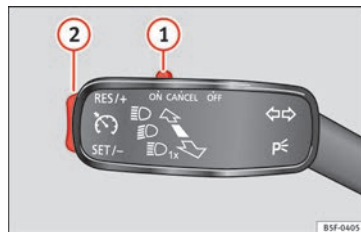

Fig. 187 Manípulo das luzes indicadoras de mudança de direção e dos máximos: botões do regulador de velocidade.
- Mova o interruptor (1) » **Fig. 187** para a posição **ON**.
- Quando tiver alcançado a velocidade a programar, pressione brevemente a parte inferior do botão basculante (2) na posição **SET**.
- Pressione o botão basculante (2) » **Fig. 187** » **Página 189** na posição **RES**.
- A velocidade programada pode **ser diminuída** pressionando o botão (2) » **Fig. 187** » **Página 189** na posição **SET**.
- Se soltar o botão a uma velocidade inferior a 30 km/h (19 mph), não será programada nenhuma velocidade, e a memória é apagada. Para programá-la, tem de atingir uma velocidade superior a 30 km/h (19 mph) e pressionar novamente o botão ② na posição **SET**.
O regulador de velocidade é **desativado temporariamente** deslocando o comutador ① » Fig. 187 » Página 189 para a posição **CANCEL**, ou pressionando o pedal do travão ou da embraiagem.
- Mova o interruptor ④ » Fig. 187 » Página 189 para a posição **OFF**.